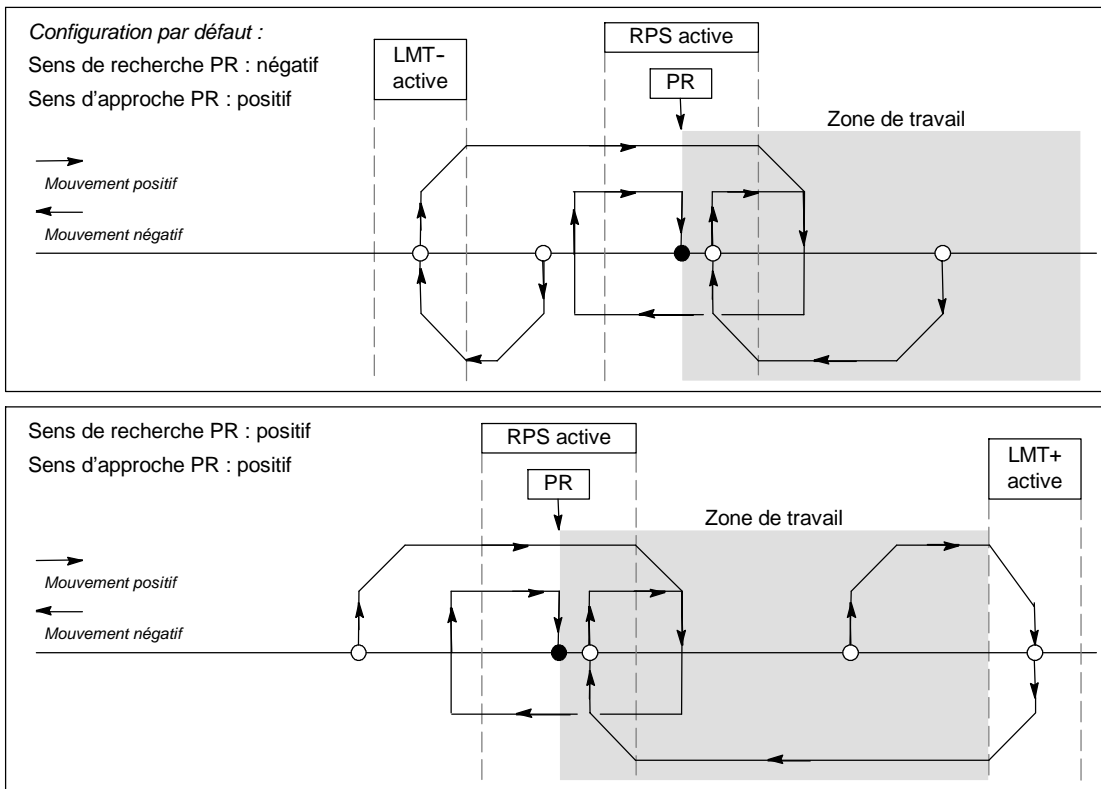

Figure 9-22 Recherche du point de référence, mode 2
- ❑ La figure 9-22 montre deux des options du mode de recherche 2 du point de référence. Ce mode localise le point de référence dans le centre à l'intérieur de la zone active de l'entrée RPS.